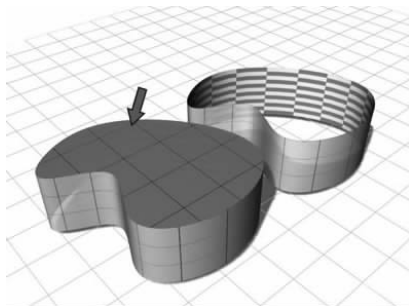

图 5-76 创建封口曲面 ▲
- (创建封口曲面): 创建封口闭合曲线或闭合曲面边的曲面, 如图 5-76 所示。